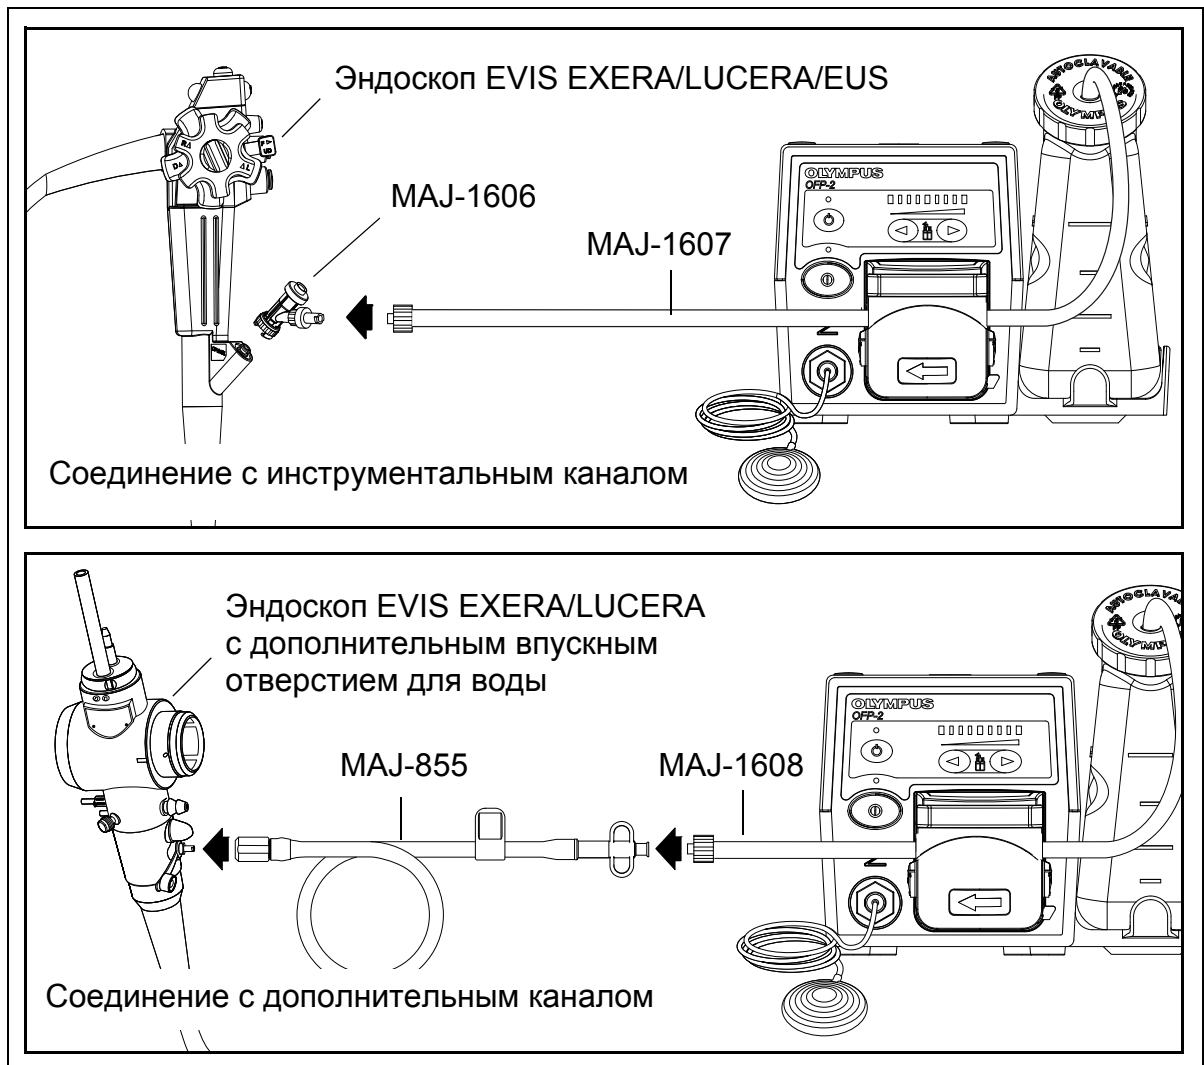

Рис. 3.7.
11. **Подсоединение к инструментальному каналу.** Сверяясь с Рис. 3.7., подключите люэровский разъем на трубке для воды MAJ-1607 к адаптеру для инструментального канала MAJ-1606, подсоединенному к впускному отверстию для воды на эндоскопе.
12. **Подсоединение к дополнительному каналу.** Сверяясь с Рис. 3.7., подключите люэровский порт на трубке для воды MAJ-1608 к дополнительной трубке для воды MAJ-855, подсоединенной к впускному отверстию для воды на эндоскопе.